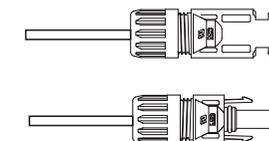

Figura 5.16 Conector com porca de capa aparafusada
4. Insira o conector de metal na parte superior do conector e aperte a porca com torque de 2,5 a 3 Nm (consulte a Figura 5.16)